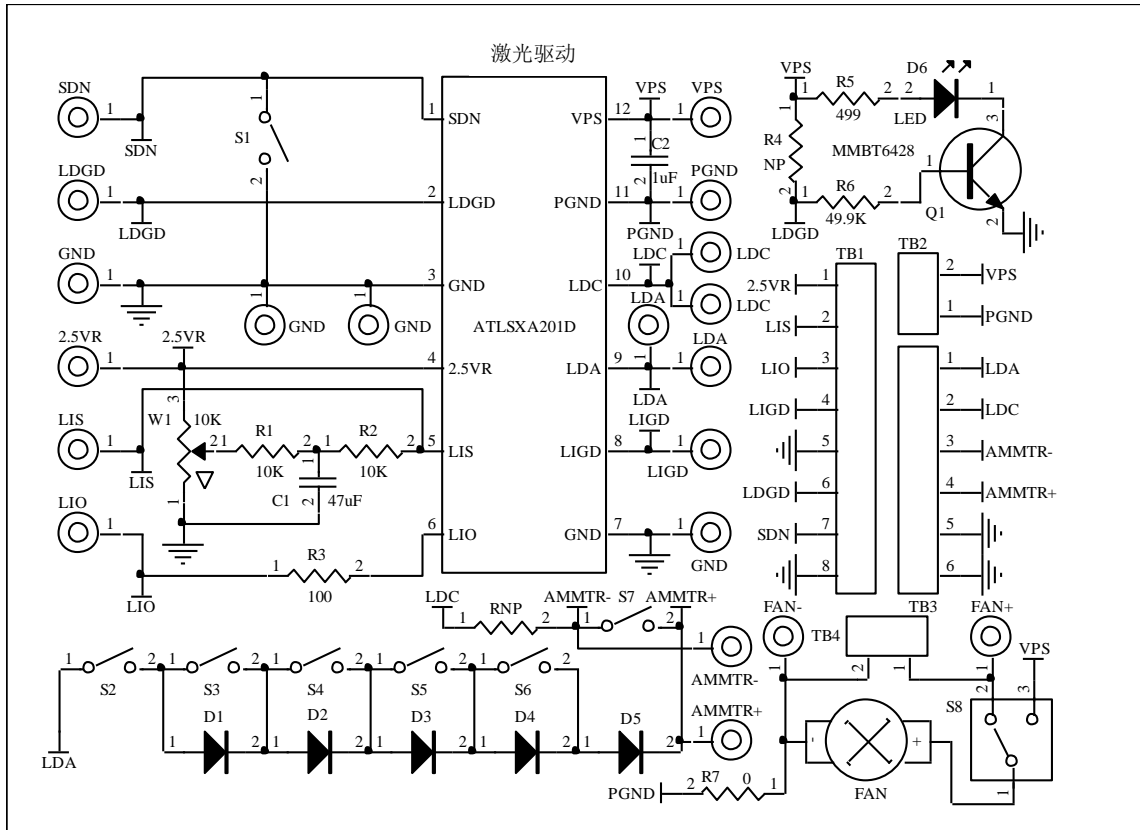

图 7、激光驱动器 ATLS201D 评估板 Rev.1.0 的原理图
原理图如图 7 所示。
(1) 使用右侧的端子，第 3 和第 4 根导线，将电流表插入 AMMTR+ 引脚和 AMMTR- 引脚之间。
(2) 将开关 S7 转到低位，这样输出电流才能通过电流表，就可以通过读取电流表的值来测量。当开关 S7 置于高位时，电流表短路，因此无法测量输出电流，参见如图 7 所示的原理图。
(3) 将电流表设置为固定增益或高值设置，如 10A。否则，电流表内的电流量程设定自动切换时，电流表的内部电路可能会对激光器产生一定的噪声。
6、用“虚拟激光器”测试驱动器。评估板上的 5 个二极管 D1 至 D5 形成一个“虚拟激光器”，作为激光二极管代替实际的激光器。这样，在电路出现问题的情况下，将不会损坏昂贵的激光器。请参见图 7 中的原理图。将开关 S2 拨到“on”（上），将“虚拟激光器”连接到驱动器。开关 S3, S4, S5 和 S6, 关闭开关将会增加“虚拟激光器”的正向电压，打开开关将会减少“虚拟激光器”的正向电压，可在 LDA 和地之间加一个电压表来测量。当输出电流为 4A 时，每个二极管可以增加或减少约 0.7V 的正向输出电压。**警告：当输出 4A 电流时，二极管可能变得非常热，不要用直接用手触摸。**开关组及其对应的二极管如下表所示。二极管 D5 总是导通的，使得总的正向电压范围从 0.7V 到 $0.7V + 0.7 \times 4 = 3.5V$ 。请注意以下实际情况：当所有二极管短路时，输出电压较低，驱动器将消耗大量功率，可导致过热，以至于内部温度保护电路会自动关闭驱动器。发生这种情况时，请等待几秒钟，让驱动器冷却下来，温度降低到一定值之后，驱动器会自动重启。这是计算驱动器功耗的方法：